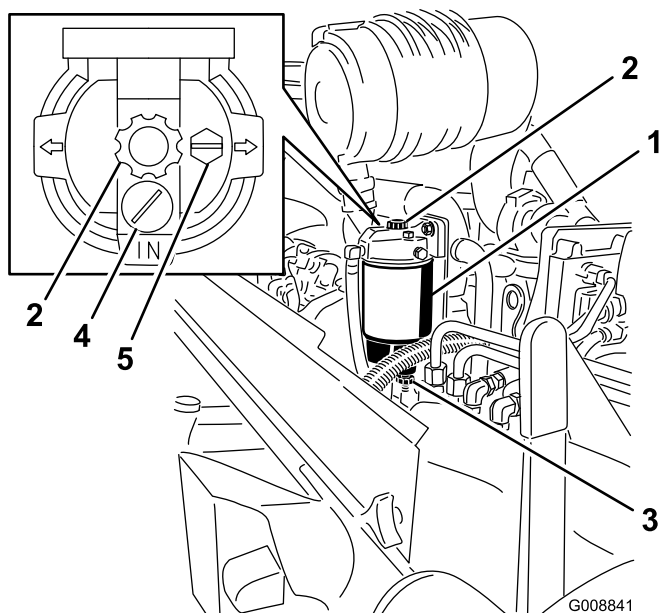

Bild 64
1. Stellen Sie einen sauberen Behälter unter den Wasserabscheider (Bild 64).
2. Öffnen Sie die Ablassschraube und pumpen Sie die Verunreinigungen mit der Pumpe ab (Bild 64).
2. Lösen Sie die Entlüftungsschraube und die Ablassschraube, um etwas Kraftstoff abzulassen (Bild 64).